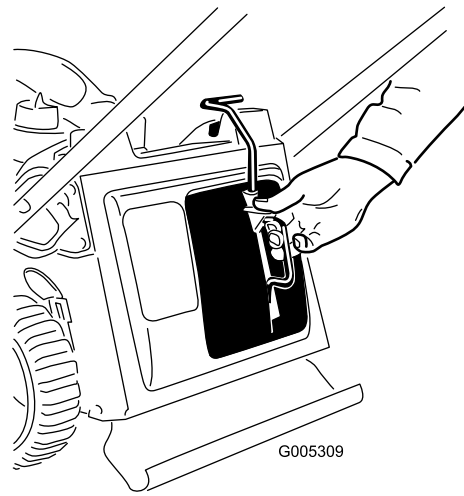
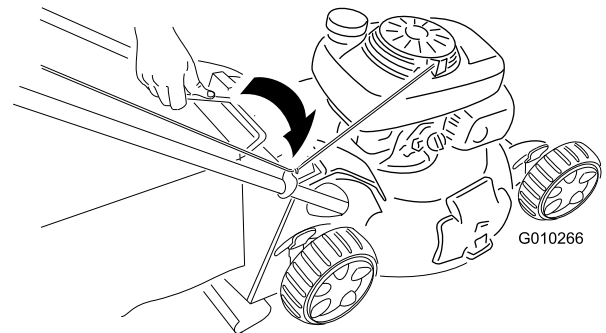

Figure 16
Figure 17
1. Montez l'obturateur de mulching (Figure 16) ou le bac à herbe (Figure 17) sur la machine.